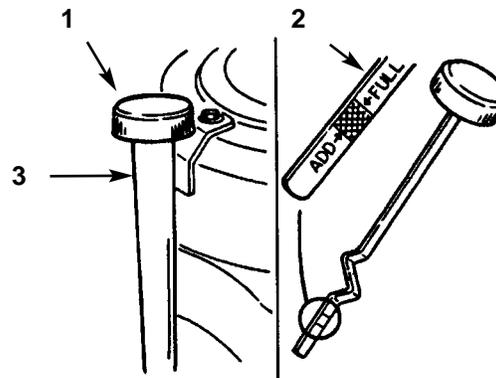
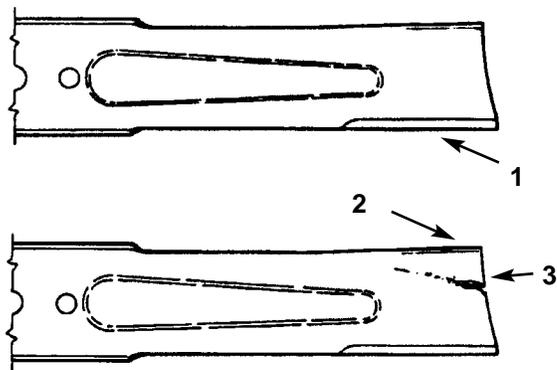

Bild 32
Bild 34
4. Den Ölmeßstab abschrauben und das Metallende sauberwischen (Bild 32).
schauben (Bild 32). Den Ölmeßstab nochmals herausschrauben und das Metallende betrachten. Bei niedrigem Ölstand, langsam genug Öl in das Füllrohr einfüllen, bis der Ölstand die "VOLL"-Markierung erreicht.
6. Langsam ca. 80% der angegebenen Ölmenge in das Füllrohr einfüllen (Bild 32). Jetzt den Ölstand messen; siehe Kontrolle des Ölstands.
2. Die Schnittkanten untersuchen (Bild 34). Wenn die Kanten stumpf geworden sind oder Auskerbungen aufweisen, den/die Messerbalken entfernen und schärfen; siehe *Schärfen des/der Messerbalken(s)*.
3. Den/die Messerbalken kontrollieren, besonders den geformten Bereich (Bild 34). Wenn Sie irgendwelche Defekte, Anzeichen von Abnutzung oder Bildung von Langlöchern in diesem Bereich feststellen (Bild 32), sofort einen neuen Messerbalken montieren.